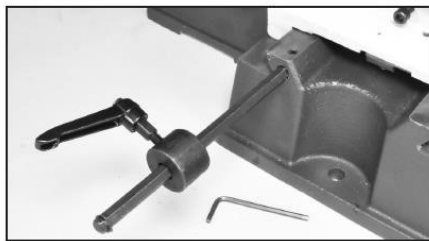

Рис. 23
1. Прикрепите упор к основанию, как показано на Рис. 23.